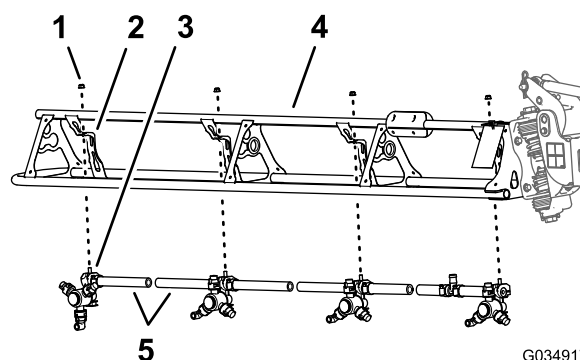

Figura 67
1. En la sección de brazo exterior, corte la manguera entre 2 boquillas de fumigación (Figura 67).
2. Retire la contratuerca con arandela prensada (5/16") que sujeta la boquilla de fumigación al soporte de la boquilla (Figura 67).
5. En la sección de brazo central, corte la manguera entre 2 boquillas de fumigación (Figura 67).